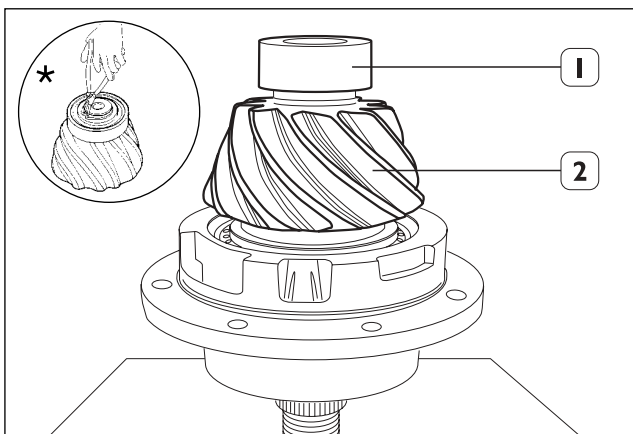

Fig. 21
1. Si el rodamiento piloto necesita que se cambie por desgaste o daño, extraer el rodamiento piloto (1) del piñón cónico (2) mediante un extractor de rodamientos. (Fig. 21)